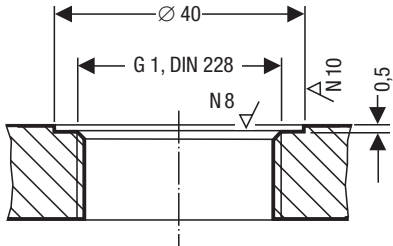

Fig. 5
- 5. Controlar las superficies de estanqueidad en la tubuladura roscada del tanque o en la tapa de brida. **Fig. 5**
- ¡Las superficies de estanqueidad de la tubuladura roscada del tanque y de la tapa de la brida deben estar mecanizadas correctamente según la **Fig. 5!**